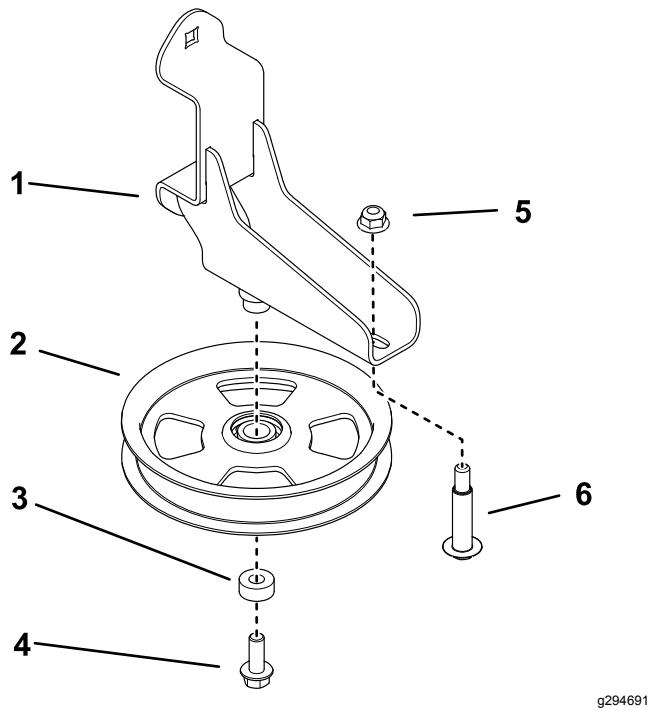

Figura 5
- Instale el perno de cuello largo en el soporte de montaje usando una tuerca (Figura 5). Apriete el perno a 37–45 N·m (27–33 pies-libra).